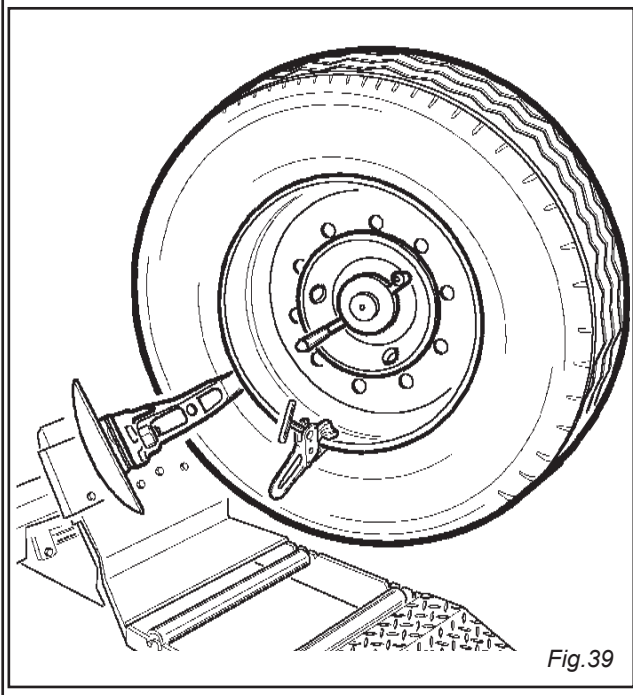

Fig. 39
23) Ruotare in senso **orario** fino al completo montaggio del pneumatico. (Fig. 39)